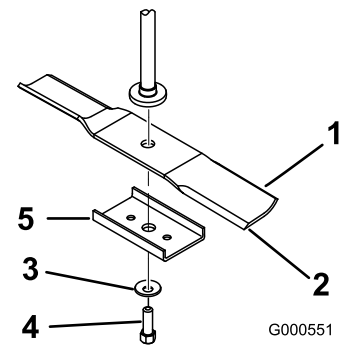

Figure 45
Tenez la lame à son extrémité avec un chiffon ou un gant épais. Enlevez de l'axe, le boulon, la rondelle bombée, le renfort et la lame (Figure 45).
1. Placez la lame sur l'axe (Figure 45).
- Montez le renfort, la rondelle bombée (face concave vers la lame) et le boulon de lame (Figure 45).